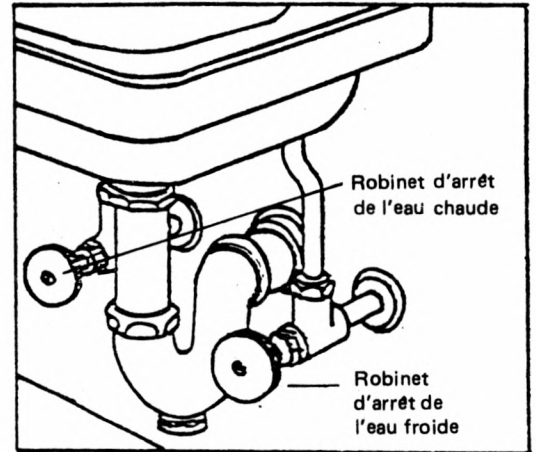

FIG. 4-2 ROBINET D'ARRÊT PRÈS DU LAVABO
- c. Si la fuite se situe en plein tuyau, colmatez-la temporairement à l'aide d'un tampon, tel que décrit à la Fig. 4.2, puis appelez un plombier. Nous vous conseillons fortement de laisser un spécialiste doté de l'outillage nécessaire se lancer dans ce genre de réparation.